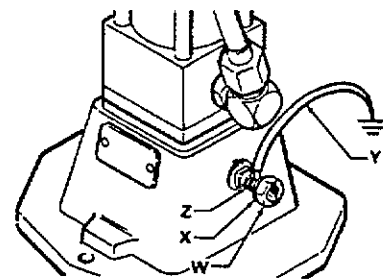

Figura 1
Per connettere alla terra la pompa, svitare il dado (W) con rosetta (X) del capocorda, quindi inserire un'estremità di un cavo di terra (Y) di sezione pari ad almeno 12 ga (1,5 mm²) nella feritoia del capocorda (Z) e serrare infine a fondo il dado di fissaggio (A). Vedere figura 1. Connettere l'altra estremità ad una linea di terra effettiva. Vedere a pagina 9 la procedura per l'ordinazione di cavo di terra e relativo morsetto.